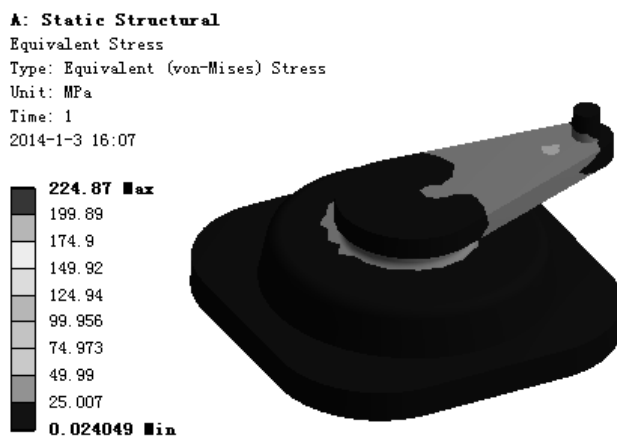

图 7.6.57 应力结果图解
(1) 求解分析。在顶部工具栏中单击  **Solve** 按钮求解分析。
(2) 查看应力结果图解。在“Outline”窗口中选中  **Equivalent Stress**，查看图 7.6.57 所示的总应力结果，其最小应力为 0.24049 MPa，其最大应力为 224.87 MPa。